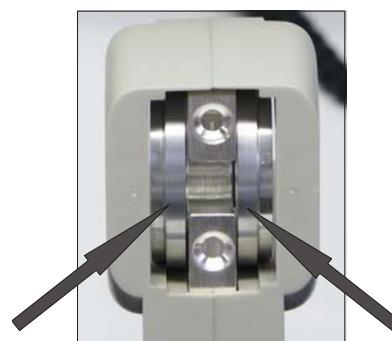

Fig. 1 Receptor da cabeça de medição com anéis de montagem inseridos
- Inserir os anéis de montagem na esquerda e direita do receptor da cabeça de montagem (ver Fig. 1).